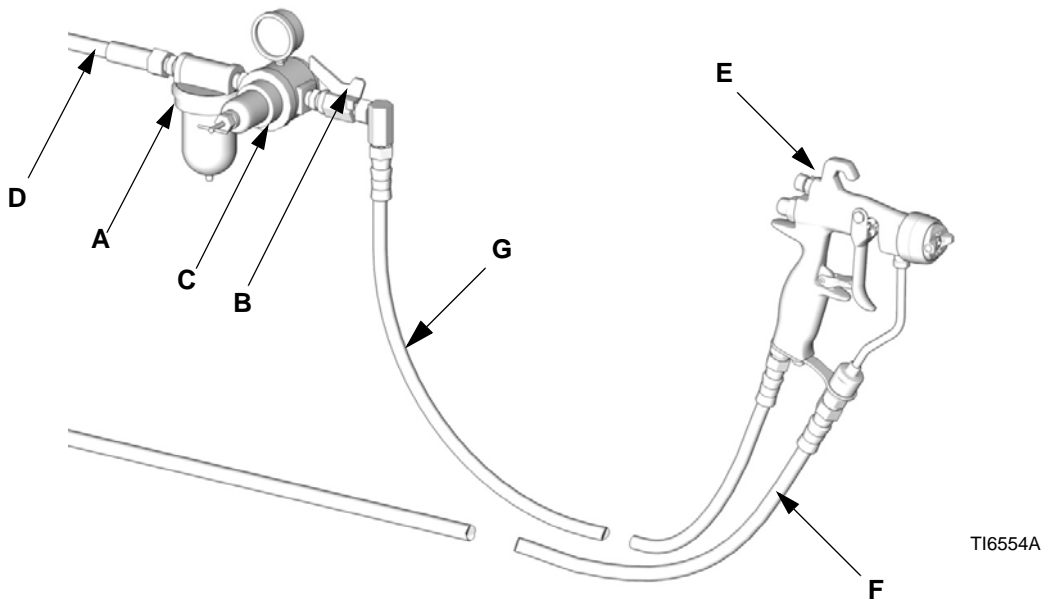

FIG. 1: Instalación típica (Modelo G15 representado)
NOTA: La instalación típica mostrada en la FIG. 1 es sólo una guía para seleccionar e instalar el sistema de pulverización asistida por aire. Contacte con su distribuidor Graco para planificar el sistema de acuerdo con sus necesidades.
1. Instale un filtro de aire (A) en la línea de aire de la pistola para garantizar un suministro de aire limpio y seco a la misma. La suciedad y la humedad pueden arruinar la apariencia del acabado final de la pieza trabajada. Vea FIG. 1.
2. Instale un regulador de presión de aire (C) en cada una de las líneas de aire de la pistola para controlar la presión de aire que llega a la misma.
3. Instale una válvula de cierre de aire (B) en la línea de aire de la pistola y en la línea de aire de la bomba, para cerrar el paso de aire a la pistola.